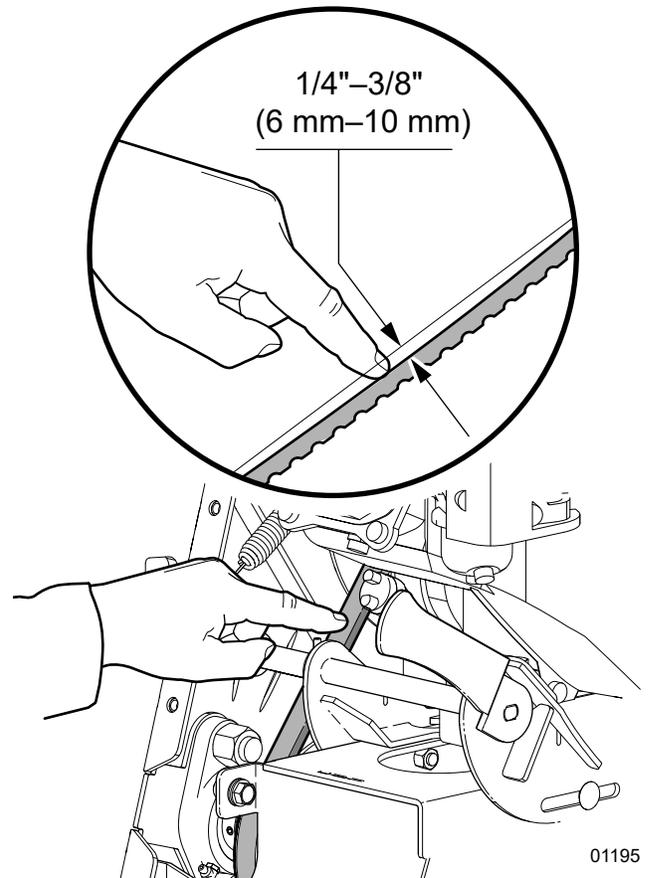

Fig. 24—Vérifiez la tension de la courroie d'entraînement
- Utilisez votre main pour vérifier la déflexion de la courroie d'entraînement. Appuyez sur le haut, au centre de la courroie d'entraînement (Fig. 24). La tension de la courroie d'entraînement est correcte lorsqu'elle ne dévie pas de plus de 6 à 10 mm (de $\frac{1}{4}$ à $\frac{3}{8}$ po). Ajustez la tension en conséquence.